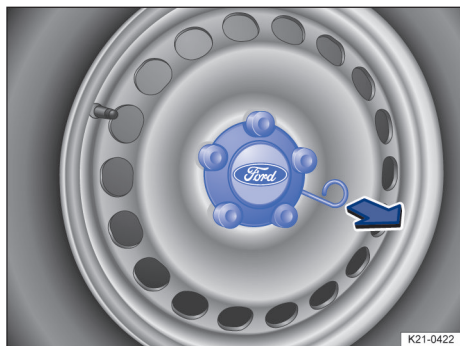

Fig. 210 Scoaterea capacului de butuc.
1. *Pentru demontare:* luați cârligul extractor din trusa de scule → pagina 303 și agățați-l de o margine a capacului → fig. 210.